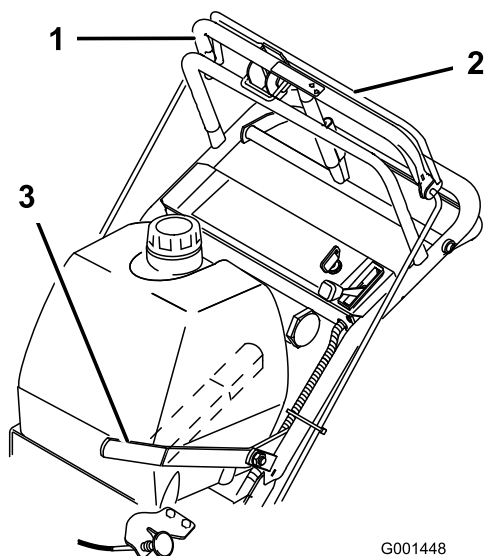

Figura 9
1. Para engranar las cuchillas, apriete la barra de control de las cuchillas contra la barra de control superior (Figura 9).
Para desengranar las cuchillas, tire hacia atrás de la palanca de control de las cuchillas (TDF) hasta que haga tope (Figura 9). El motor se parará si se suelta la barra de control de las cuchillas con la palanca de control de las cuchillas engranada.